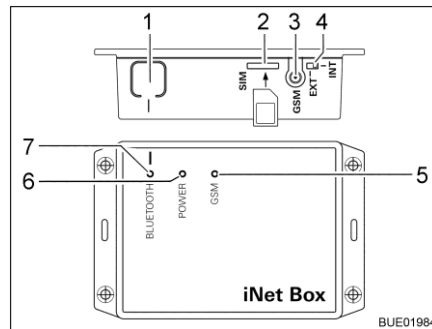

Bild 227 Truma iNet-Box
- Tryck in knappen BLUETOOTH (Bild 227,1) på iNet-Box i 1 sekund. Truma iNet-Box förblir synlig i ungefär 2 minuter i mobil terminalenheten (Namn: "Truma iNet-Box"). Under denna tidsrymden, blinkar den blå lysdioden BLUETOOTH (Bild 227,7).
- Skjut försiktigt in mini-SIM-kortet med ett telefonnummer och tillräckligt med kredit, i kortutrymmet i Truma iNet-Box, enligt beskrivningen (Bild 227,2) tills det hakar fast. Den röda lysdioden GSM (Bild 227,5) ska blinka kontinuerligt. När den röda lysdioden tänds efter 20 sekunder: Testa mini-SIM-kortet.